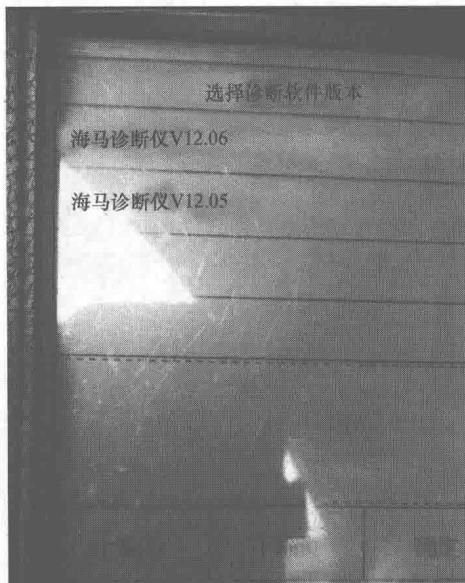

图 1-18 诊断程序版本菜单
7) 如点击海马图标，显示屏显示海马车系诊断程序版本选择菜单（图 1-18）。